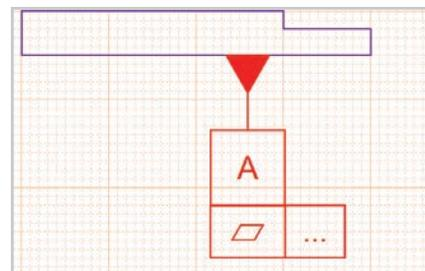

Рис. 5. Буквенное обозначение поверхности, с которой связан допуск
1. Datum Feature – идентификационные объекты в соответствии с ГОСТ 2.308 (см. рис. 5), которые могут быть прикреплены на чертеже к линии, точке или оси, кромке платы, компонента или отверстия.